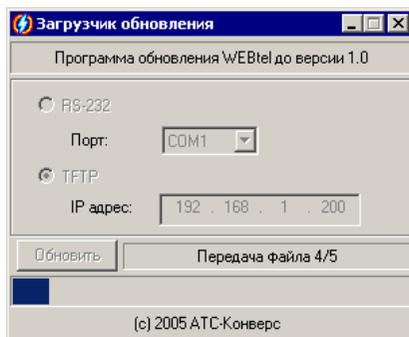

Рисунок 33 – Отображение процесса обновления ПО адаптера
10.6.3 Нажмите кнопку «Обновить», при этом должен начаться процесс передачи данных в адаптер, в статусной строке отображается оставшееся количество передаваемых файлов (рисунок 33).